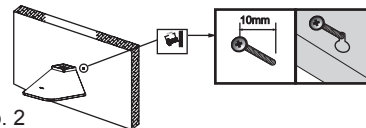

Abb. 2
2. Setzen Sie in die Löcher 4 Schraube. Überzeugen Sie sich, dass der sichtbare Teil der Schrauben, auf die Haube aufgehängt ist, nicht weniger als 10 mm ist. (Abb. 2)